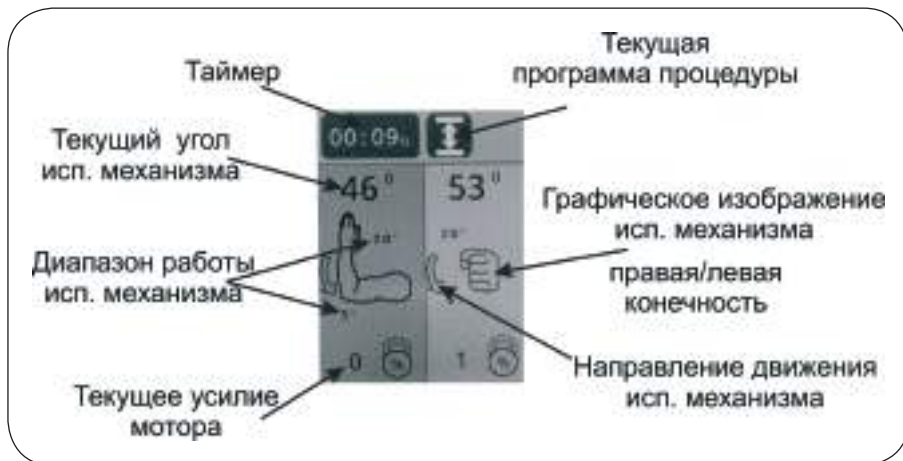

Рисунок 7.3 – Дисплей режима выполнения процедуры
7.1. Дисплей режима выполнения процедуры (см. рис. 7.3).
- В зоне А: заданный пользователем диапазон работы, текущее положение (угол) в градусах (аналогично рис. 7.3) для механизма А, а также меню его установок.
- В зоне В: заданный пользователем диапазон работы, правая (левая) конечность, текущее положение (угол) в градусах (аналогично рис. 7.3) для мотора В, а также меню его установок.
Запуск процедуры осуществляется кнопкой . Запуск возможен только когда отображается основной экран, при этом дисплей переходит в режим выполнения процедуры (см. рис. 7.3).
<p>Переключение нагрузки (схема блокировки) Мотор автоматически переключается на противоположное движение, когда сопротивление пациента (нагрузка) превышает заданное значение. Настраивается от 1% до 99% с шагом 1%. В случае, если после изменения направления движения нагрузка вновь превышает установленное пороговое значение достаточно длительное время, то система управления фиксирует состояние перегрузки мотороредуктора и выдаёт сообщение об ошибке с соответствующим кодом. При установке значения, превышающего 99%, появляется значок , означающий отключение функции. При этом на дисплее в режиме выполнения процедуры (см. рис. 7.3) отображается текущее значение нагрузки рядом с иконкой , функция переключения нагрузки не работает, мотор развивает максимальное усилие.</p> <p>⚠ ВНИМАНИЕ! Значение уровня блокировки для пользователей с разной массой отличается. Для каждого пользователя установка подбирается индивидуально.</p> <p>⚠ ВНИМАНИЕ! Переключение нагрузки (схема блокировки) является функцией безопасности, для защиты пациента в случае возникновения спазмов, судорог, блокады суставов и других аналогичных ситуаций. Производитель не несет ответственности за неправильное использование данной функции.</p>